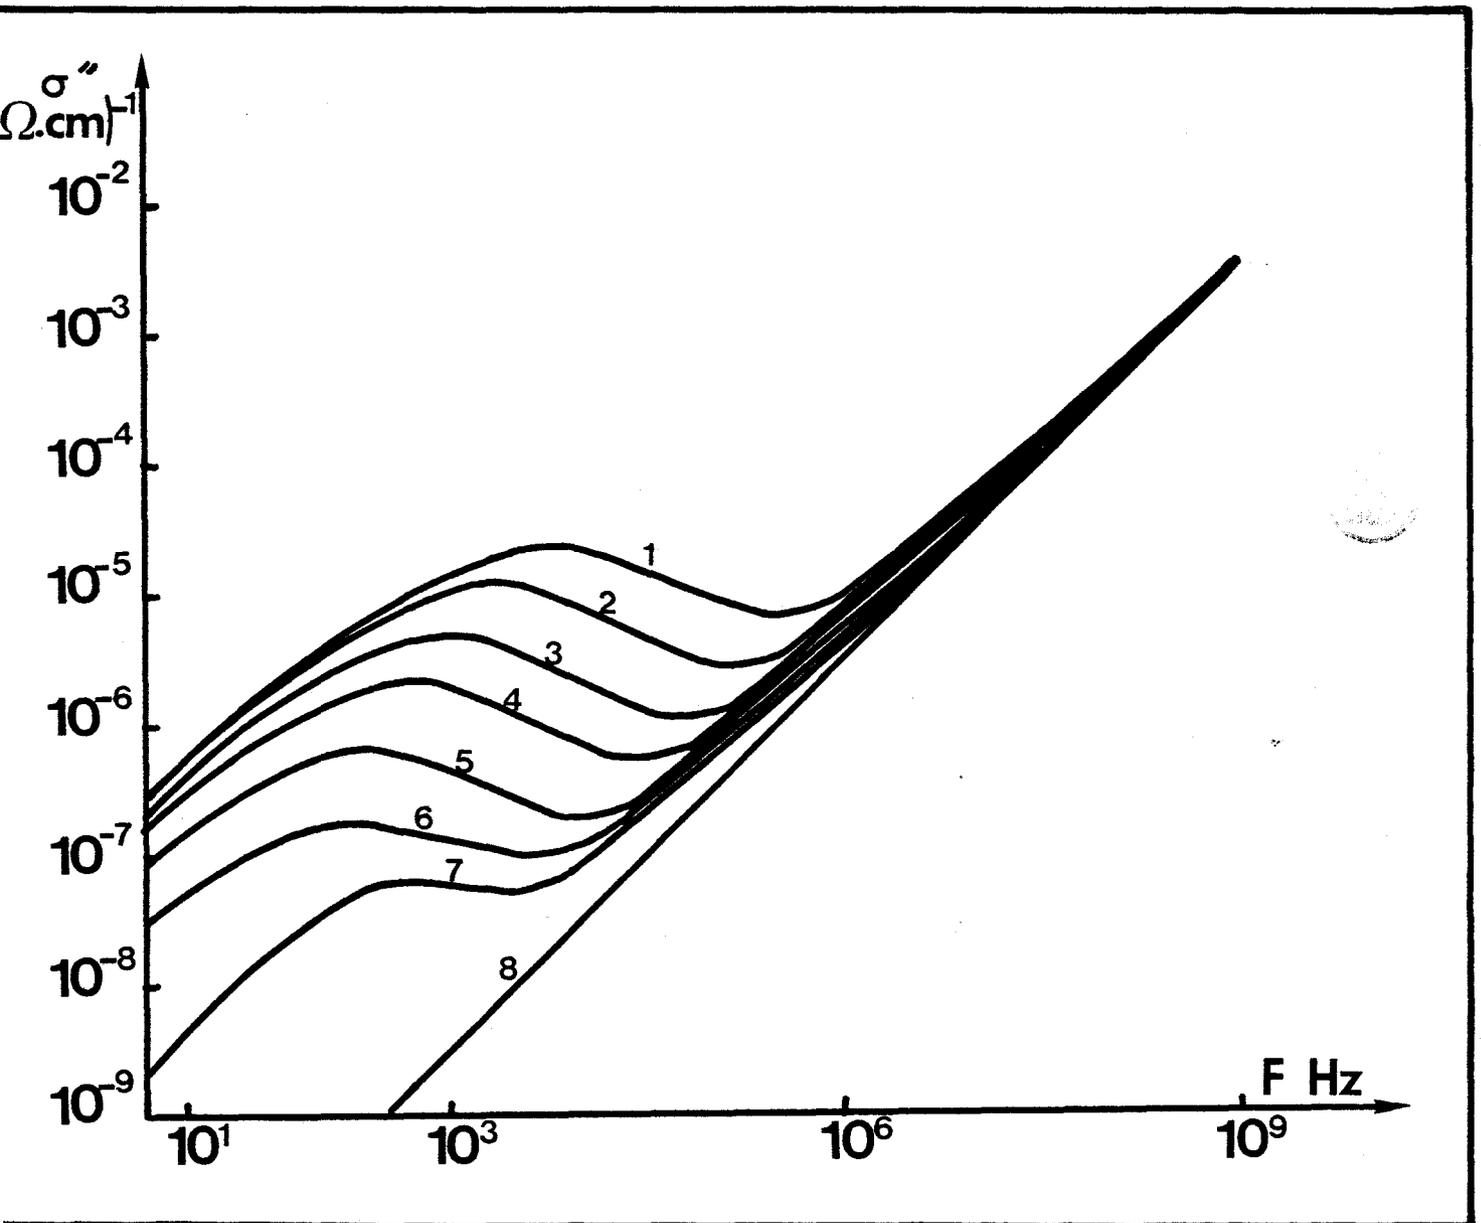

FIGURE F.3.3
- Figure F.3.3. Partie imaginaire de la conductivité complexe d'un échantillon dopé à l' InCl_3